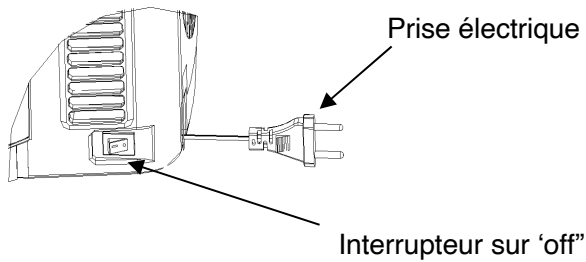

Figure 11
3. Allumez l'appareil en positionnant l'interrupteur sur la position « I » (« 0 » est la position éteinte) (Voir figure 11)